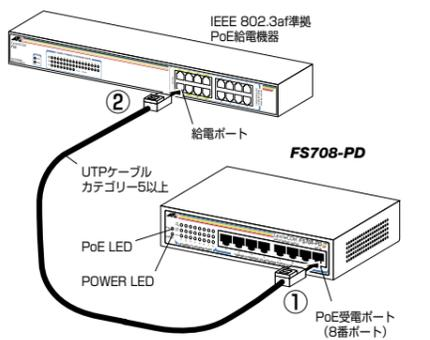
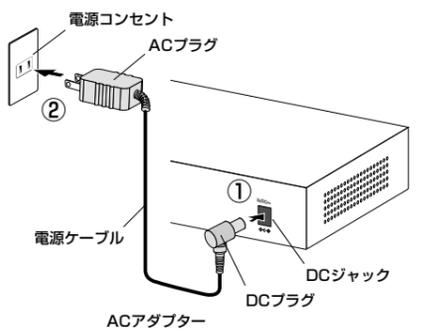

図8 PoE 給電機器との接続
図9 ACアダプターの接続
本製品を停止するには、PoE の場合は、給電機器側の UTP ケーブル (図 8-②) を抜いてください。AC アダプターを使用している場合は、電源コンセントから AC プラグ (図 9-②) を抜いてください。